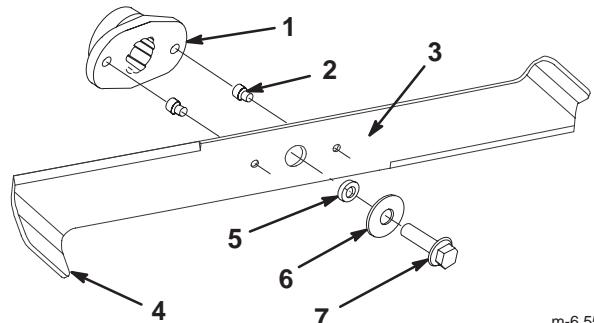

Bild 35
3. Prüfen Sie die Schnittmesser, insbesondere die gebogenen Kanten (Bild 35). Montieren Sie neue Messer, wenn Sie eine Abnutzung oder Beschädigung dieses Bereichs feststellen.
4. Ersetzen Sie die Scherbolzen sofort, wenn Sie gebrochen sind (Bild 35).
2. Untersuchen Sie die Schnittkanten (Bild 35). Bauen Sie, wenn die Kanten nicht scharf sind oder Kerben aufweisen, die Schnittmesser aus und schärfen Sie sie. Siehe „Schärfen der Messer“ auf Seite 34.
3. Entfernen Sie die Messerschrauben, Scheiben und Messer (Bild 35). Sie können einen Holzklotz zwischen das Schnittmesser und das Mähwerk keilen, um das Schnittmesser beim Entfernen der Schraube zu blockieren.
1. Montieren Sie die Schnittmesser, Scheiben und Messerschrauben (Bild 35).